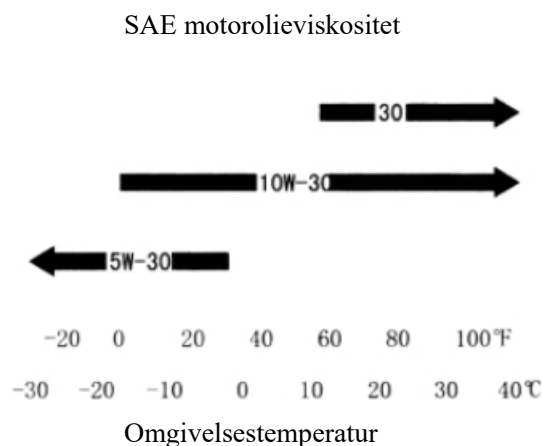

Fig. 4
4.3.3 Den anbefalede omgivelsestemperatur ved brug af maskinen er -15 °C til 40 °C. Det anbefales at bruge SAE 10W-30 motorolie, som stemmer overens med API-klassifikation SE, SF og SG. Fig. 4 nedenfor viser SAE viskositeter for motorolie.
d. Stil benzinmotoren, så den står vandret, og påfyld den anbefalede motorolie op til maksimum-afmærkningen på oliepinden. Olietypen, der skal påfyldes, fremgår af fig. 4 ovenfor.